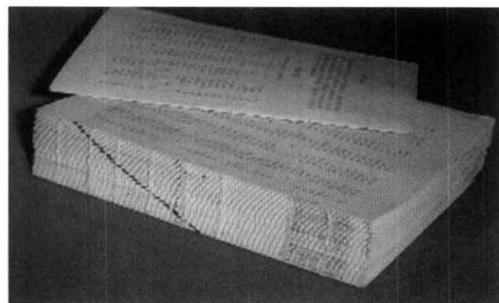

图 1-14 书帖
(15) 书帖 按页码顺序折叠成帖的书籍印张 (图 1-14)。